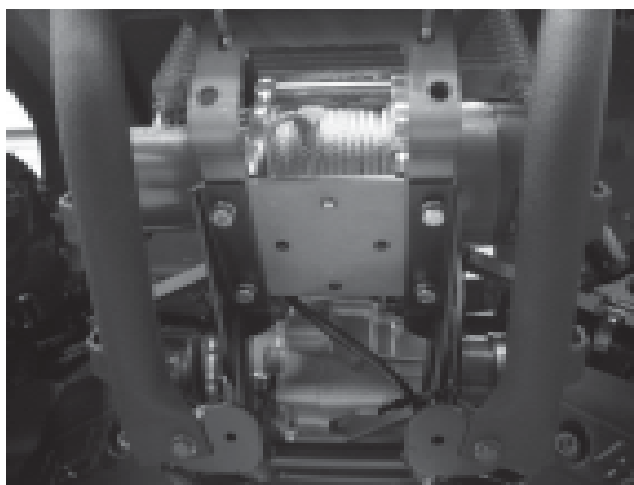

Figure 4: Fixez le treuil et la plaque de montage au cadre du VTT
- Fixez le treuil et sa plaque de montage (A1) aux languettes de montage du VTT à l'aide de quatre boulons hex M8-1,25 x 20 mm et de quatre rondelles de blocage 5/16 provenant du kit de montage du treuil. Serrez les boulons M8-1,25 à un couple de 17 N-m (12 pi-lb). Voir figure 4.